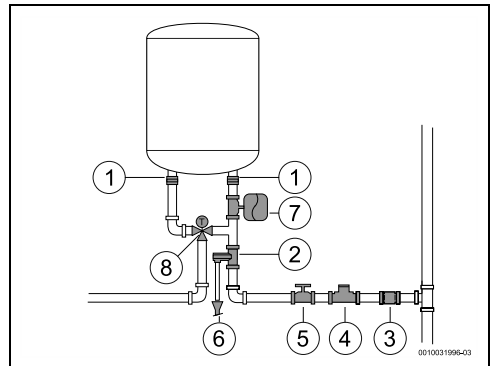

Fig. 13 Ligação de água
- Instalar um regulador termostático (Fig. 13, [8]) no tubo de saída do aparelho se forem utilizados tubos PEX. Deverá ser ajustado de acordo com o desempenho do material utilizado.